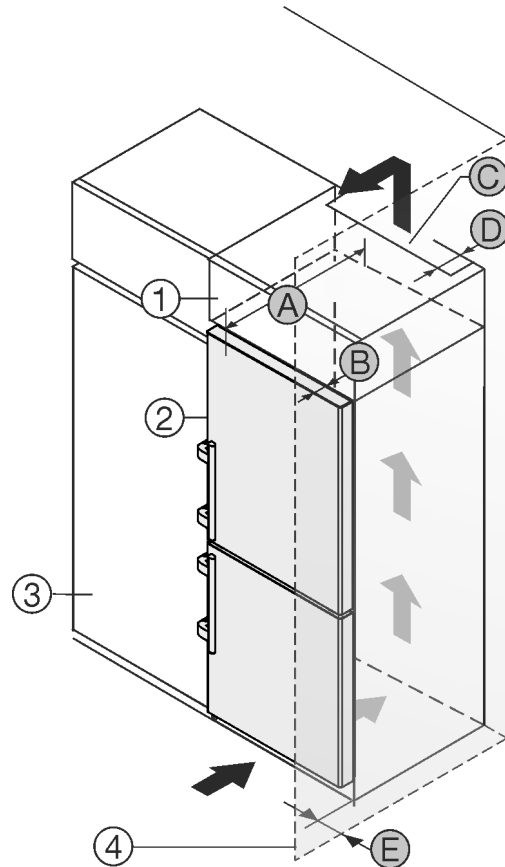

Fig. 2
- (1) Opbouwkast\*
- (2) Apparaat\*
- (3) Keukenkast\*
- (4) Wand\*
- (A) Diepte apparaat\*
- (B) Diepte deur\*
- (C) Ventilatiedoorsnede\*
- (D) Afstand achterzijde apparaat\*
- (E) Afstand tot apparaatzijde\*
U kunt het apparaat direct naast de keukenkast Fig. 2 (3) opstellen.\*
Aan de achterzijde van de opzetkast moet een luchtafvoerkanaal met de diepte Fig. 2 (D) over de volledige breedte van de opzetkast aanwezig zijn.\*
Onder het plafond moet de ventilatiedoorsnede Fig. 2 (C) worden aangehouden.\*
Als u het apparaat met de scharnieren naast een wand Fig. 2 (4) plaatst, moet de afstand tussen het apparaat en de wand minimaal 57 mm bedragen. Dit komt overeen met de uitsteekmaat van de handgreep bij geopende deur.\*
Om de deuren volledig te kunnen openen, moet het apparaat overeenkomstig de deurdiepte Fig. 2 (B) ten opzichte van het keukenkastfront uitsteken. Afhankelijk van de diepte van de keukenkasten Fig. 2 (3) en het gebruik van de wandafstandshouders kan het apparaat verder uitsteken.\*